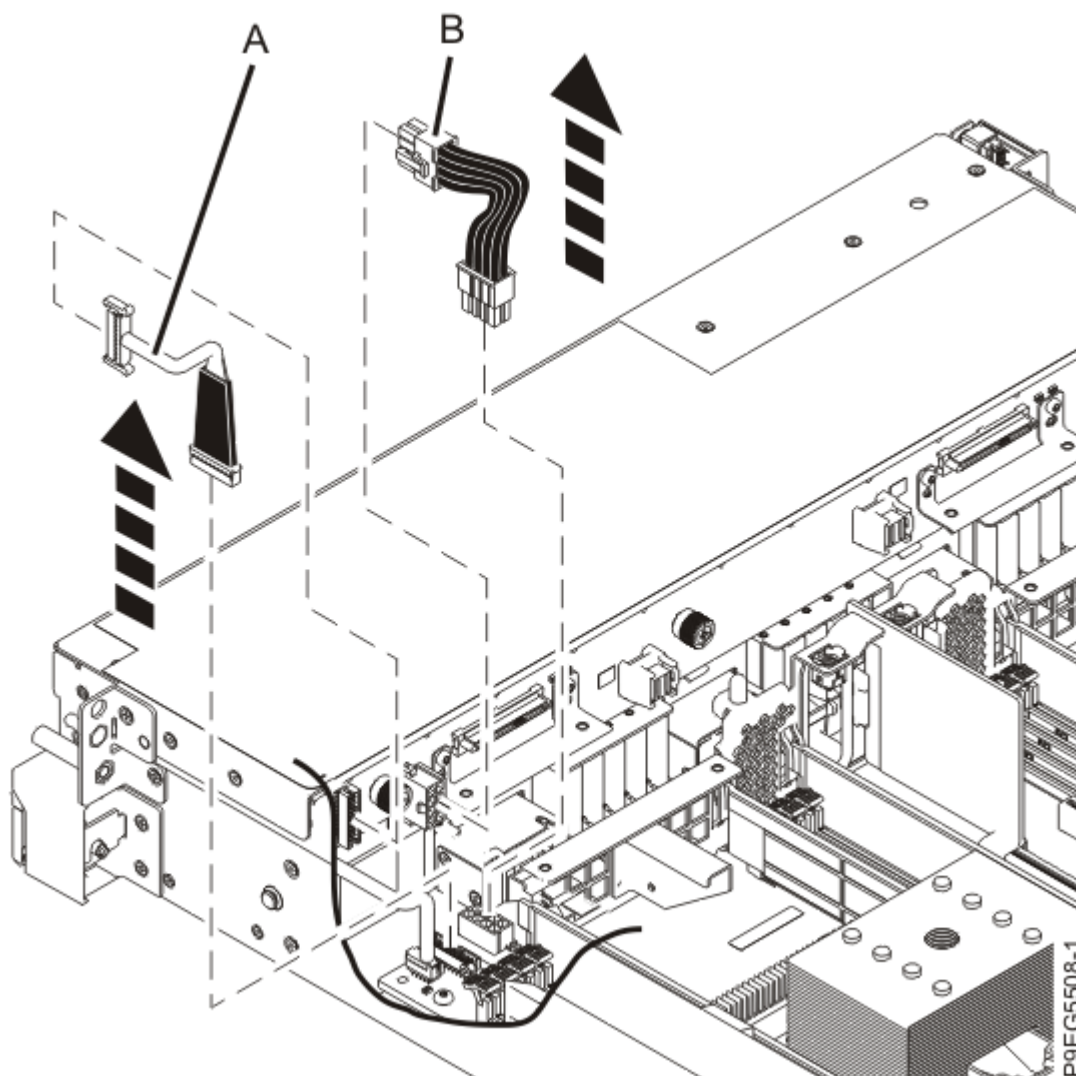

図 32. 信号ケーブルおよび電源ケーブルの切り離し
3. 電源ケーブル **(B)** にラベルを付けて、ディスク・ドライブ・バックプレーンから切り離します (36 ページの図 32 を参照)。